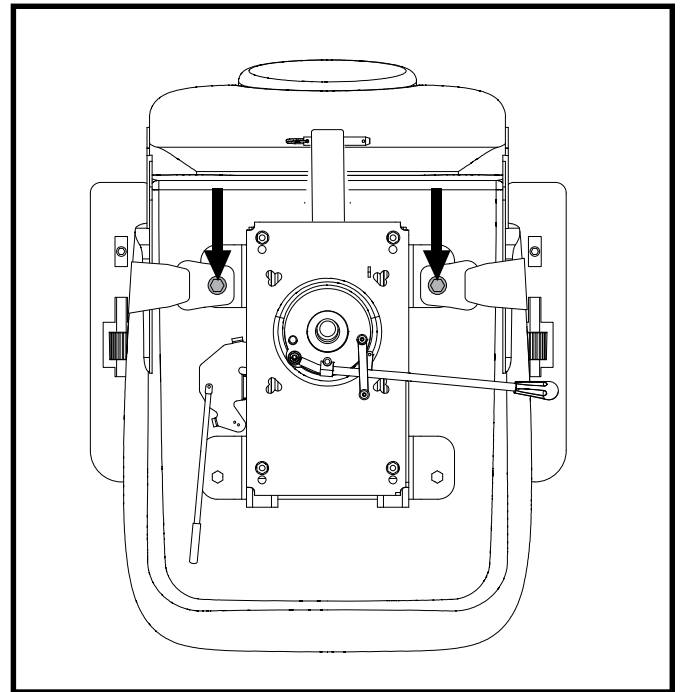

Abb. 16 Befestigungsschrauben des Rückhaltegurtes
2. Sitz umdrehen, um die Unterseite einzusehen. **Siehe Abb. 16.**